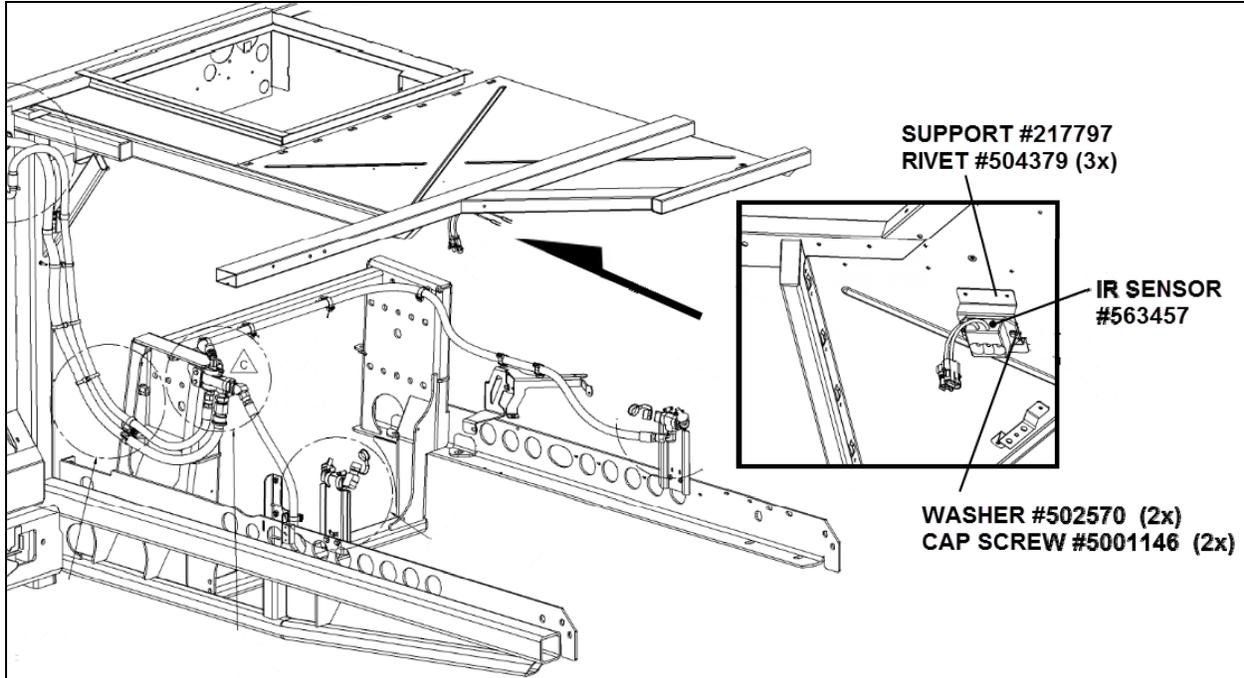

FIGURE 15
- 1) Installer le nouveau capteur optique au nouvel emplacement tel que montré (FIGURE 15). Le support du capteur optique sera fixé sur la tôle d'acier inoxydable située au-dessus du moteur.